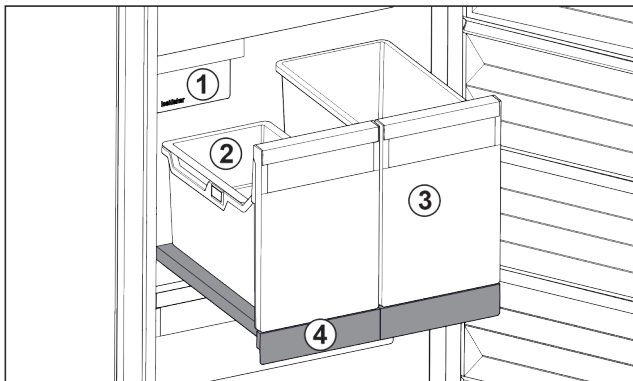

Fig. 40 Compartiment coulissant avec IceTower
- (1) IceMaker
- (2) Balconnet pour glaçons
- (3) Bac pour pizzas, boissons alcoolisées, etc.
- (4) Compartiment coulissant
Le compartiment coulissant comprend deux bacs hauts (IceTower). Le bac Fig. 40 (2) permet de recueillir et de stocker les glaçons de l'IceMaker. Les bacs Fig. 40 (3) sont conçus pour stocker des aliments hauts comme les pizzas et boissons alcoolisées.